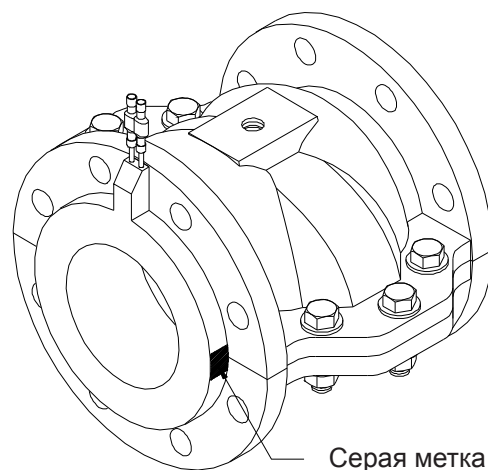

Рис. 2-1: Ориентация эластомерного шланга
- 2) Серые/белые метки на наружном фланце эластомерного шланга должны быть выставлены с погрешностью не более 5° относительно горловины корпуса клапана (см. рис. 2-1).